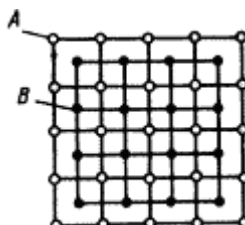

Рис. 2. Кристаллическая решетка химического соединения
2. Образуется специфическая, отличающаяся от решеток элементов, составляющих химическое соединение, кристаллическая решетка с правильным упорядоченным расположением атомов (рис. 2)